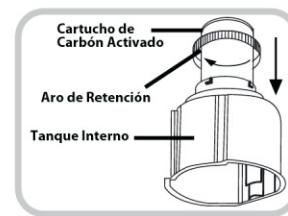

Fig.8
3. Para instalar el Filtro de Carbón Activado volteo el Tanque Interno hacia abajo. Asegúrese que el Aro O Grande esté colocado en la parte superior del filtro y colóquelo en el Tanque Interno. Deslice hacia abajo el Aro Retenedor y coloque en línea las clavijas con las aberturas de la base del Tanque Interior. Gire en el sentido de las agujas del reloj para asegurar el filtro (Fig. 8).